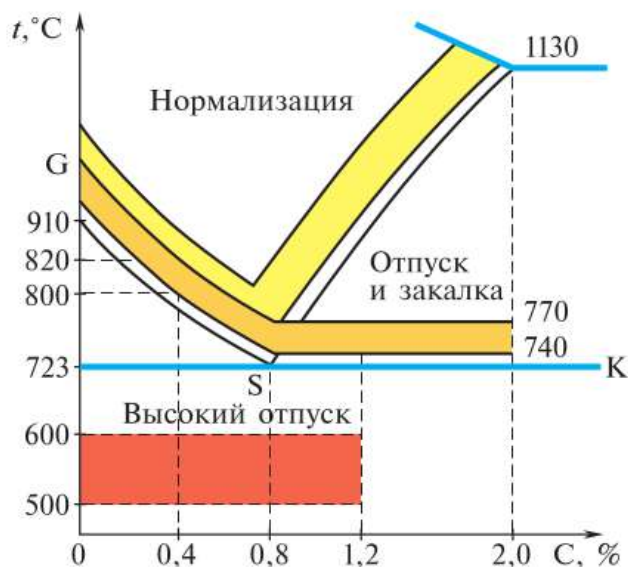

Рис. 5.46. Диаграмма железоуглеродистых сплавов
Температуру нагрева стали определяют по *диаграмме железоуглеродистых сплавов* (рис. 5.46). На горизонтальной оси диаграммы указано содержание углерода (%), на вертикальной — температура нагрева стали ($^\circ\text{C}$). Закрашенные участки диаграммы показывают оптимальные температурные интервалы нагрева стали при различных видах термообработки.
4. Определите температуру нагрева для закалки зубила по диаграмме железоуглеродистых сплавов (рис. 5.46).
Марка стали с содержанием углерода 0,7% является инструментальной. По горизонтальной оси диаграммы (рис. 5.46) находим соответствующую этой цифре точку. Из неё восстановим перпендикуляр до пересечения с графиком. Из точки пересечения проводим параллельную горизонтальной оси линию до пересечения с вертикальной осью. По этой точке определяем необходимую температуру нагрева. Она по графику равна примерно 730 °С. Учитывая, что температура закалки должна быть на 30—50 °С выше установленной по графику, определяем необходимый нагрев при закалке: 760—780 °С.